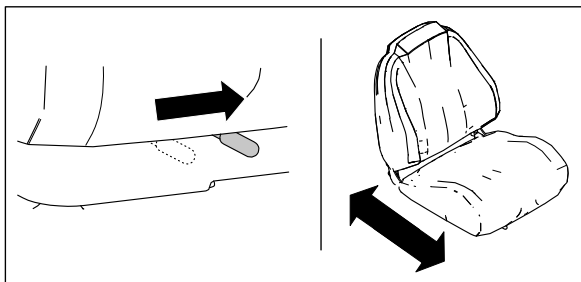

Рисунок 1
- A. С помощью рычага регулировки положения сиденья передвиньте сиденье вперед или назад (Рисунок 1).